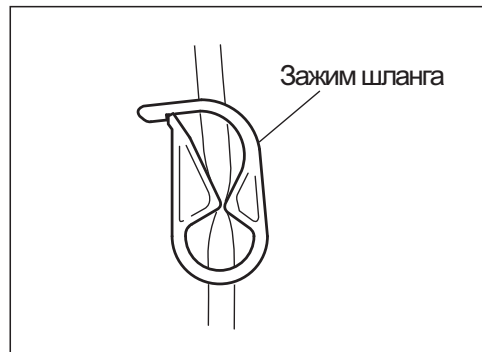

Рис. 12
- 1) Закройте зажим шланга, расположенный между иглой ирригационного шланга и ирригационной помпой, как показано на Рис. 12.